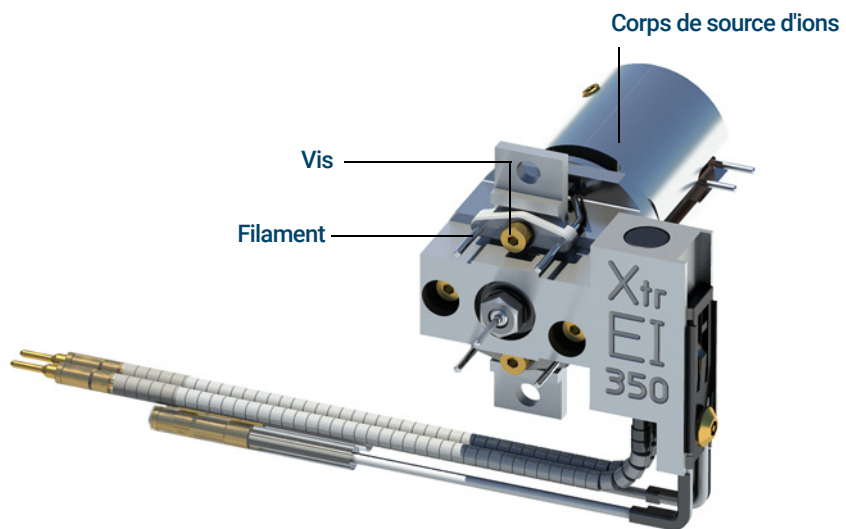

Figure 69. Changement du filament de la source EI XTR ou HydroInert
- 4 Retirer les vis qui maintiennent les filaments dans le corps de source d'ions. (Voir Figure 69 page 233.)
- 5 Faire coulisser les filaments hors de l'ensemble source d'ionisation. (Voir Figure 69 page 233.)
- 2 Placer le nouveau filament en position dans le corps de source d'ions. (Voir **Figure 69** page 233.)